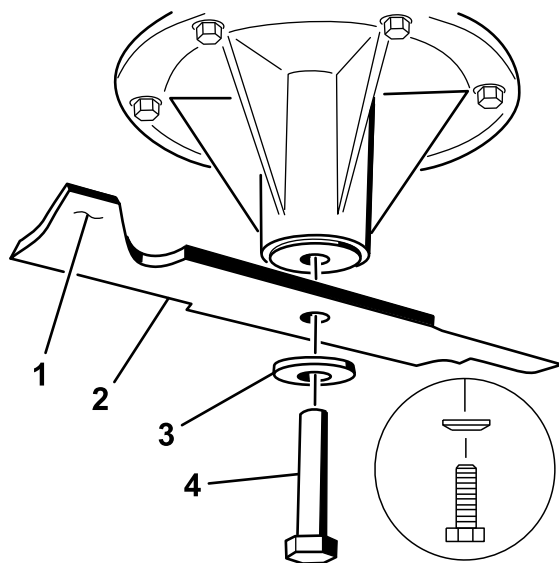

Figure 94
1. Placez la lame sur l'axe (Figure 94).
2. Mettez en place la rondelle élastique et le boulon de la lame (Figure 94).
Remarque: Le cône de la rondelle élastique doit être dirigé vers la tête du boulon (Figure 94).